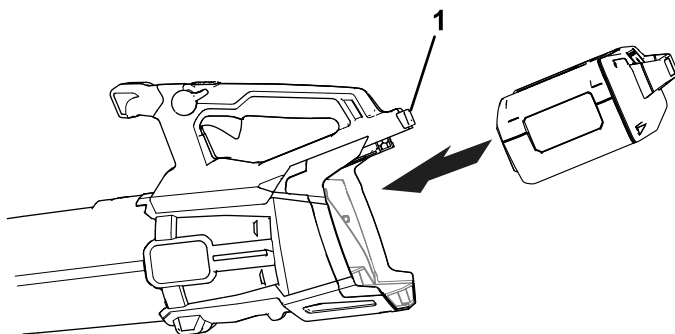

Figura 8
3. Sujete la empuñadura e introduzca la batería en la empuñadura hasta que el cierre la bloquee en su sitio (Figura 8).